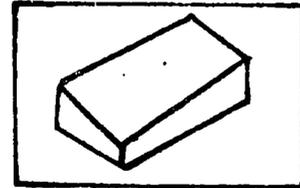

Fig. 21 - Ahusado en una esquina.
61. Ahusado en una esquina. (Ver Fig. 21.)